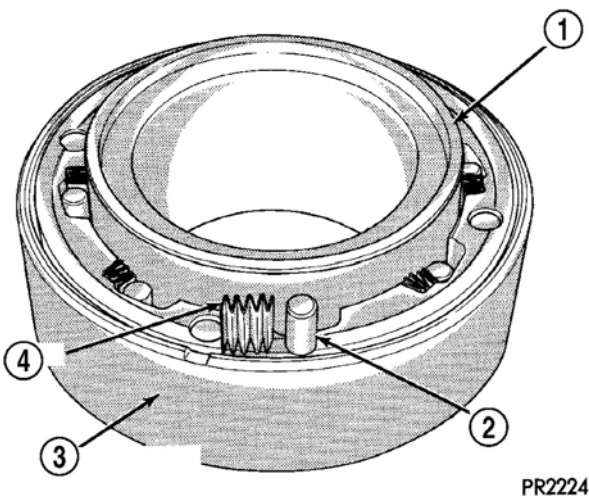

图 61 安装单向离合器滚子和弹簧
(3) 将工具 L-4440 装配到单向离合器上，如（图 61）所示。